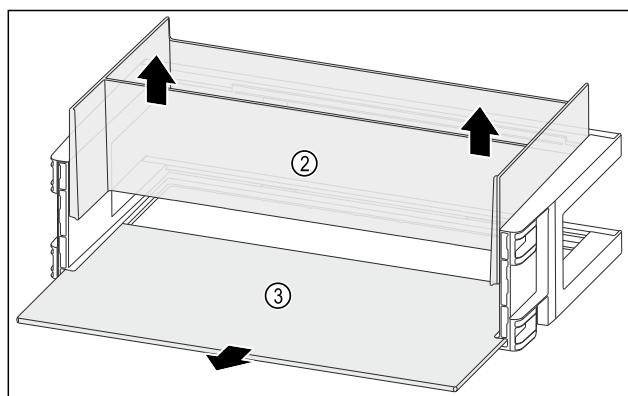

Fig. 121
- Вийміть органайзер Fig. 121 (2) рухом вгору.
- Дістаньте полицю Fig. 121 (3).